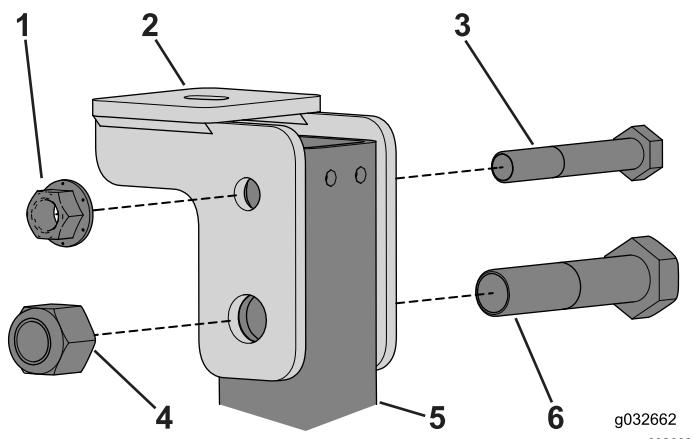

図 71
2. ボルト $\frac{1}{2}$ " x 3 $\frac{1}{4}$ "と $\frac{3}{4}$ " x 3 $\frac{1}{2}$ "を使って、ROPSチューブの左右それぞれにキャブマウントブラケットを仮止めする図 71。
6. キャブマウントサポートをROPSポストに固定しているボルトとナットを締め付ける図 71。